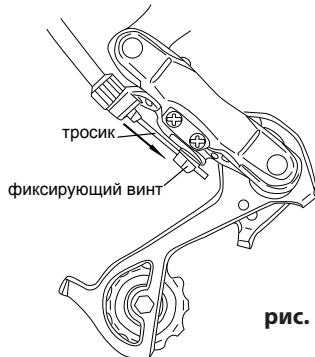

рис. 21
- зажмите трос заднего переключателя таким образом, чтобы не было свободного провиса троса (5 н/м)(рис. 21)